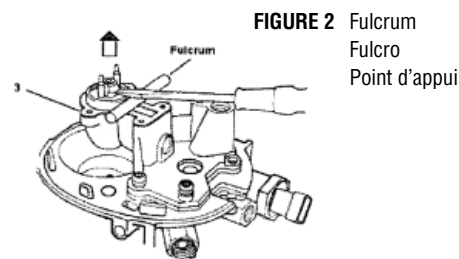

FIGURE 2 Fulcrum
- 7 Clean outside of (9).
- 8 Remove screws (1) & (2).
- 9 Remove (13), leave (3) in place.
- 10 Remove (4) see figure 2.
- 11 Remove (3) - (8), (10), (11).
- 12 Clean inside of (9).
- 7 Nettoyer l'extérieur de (9).
- 8 Enlever les vis (1) et (2).
- 9 Enlever (13); laisser (3) en place.
- 10 Enlever (4), voir la figure 2.
- 11 Enlever (3) - (8), (10), (11).
- 12 Nettoyer l'intérieur de (9).